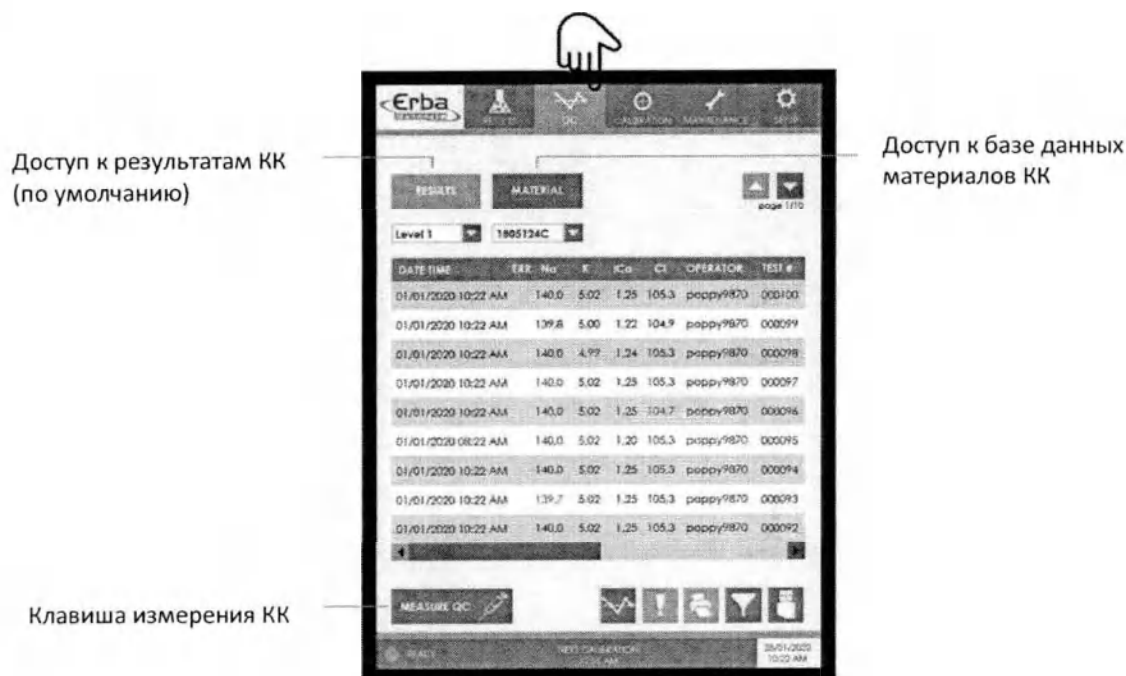

Рисунок 63
Меню контроля качества КК (QC) предоставляет оператору функции для выполнения измерений в целях контроля качества и просмотра соответствующих результатов, а также для управления базой данных материалов контроля качества. Оператор может переключаться между двумя разными экранами, нажимая соответствующие клавиши (см. Рисунок 63). Экран результатов содержит результаты контроля качества, а экраны материалов обеспечивают доступ к базе данных материалов контроля качества. Измерения можно запускать с экрана результатов, нажав соответствующую клавишу.